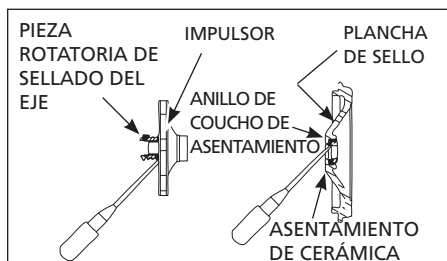

Figura 13 - Remoción del Sello del Eje y el Asentamiento de Cerámica
- Quite del impulsor la parte de sellado del eje giratorio (incluyendo el anillo inoxidable y el sello de goma) (Figura 13).
- Empuje o palanquee el asentamiento de cerámica para separarlo de la placa de sellado (Figura 13).